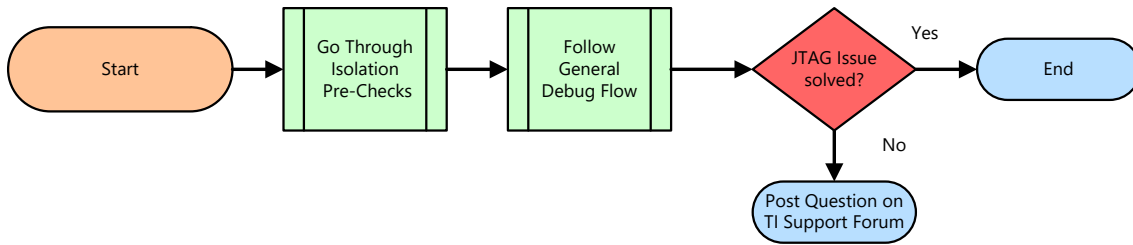
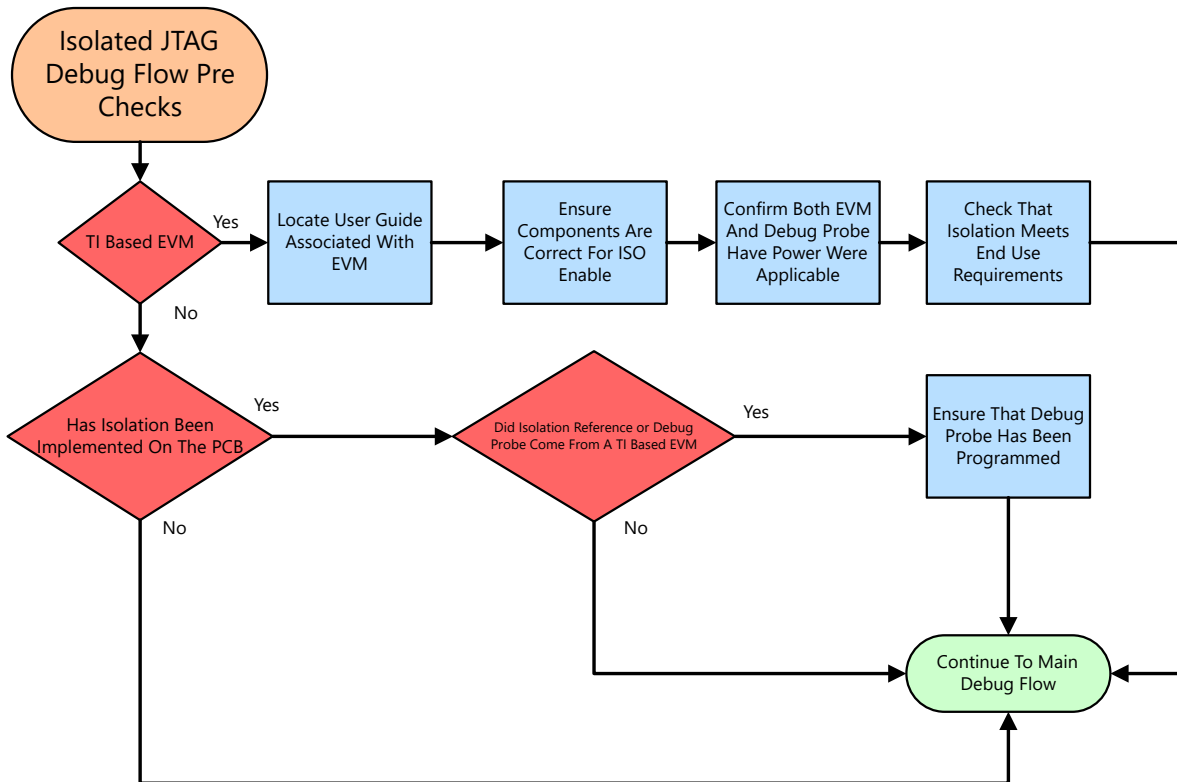
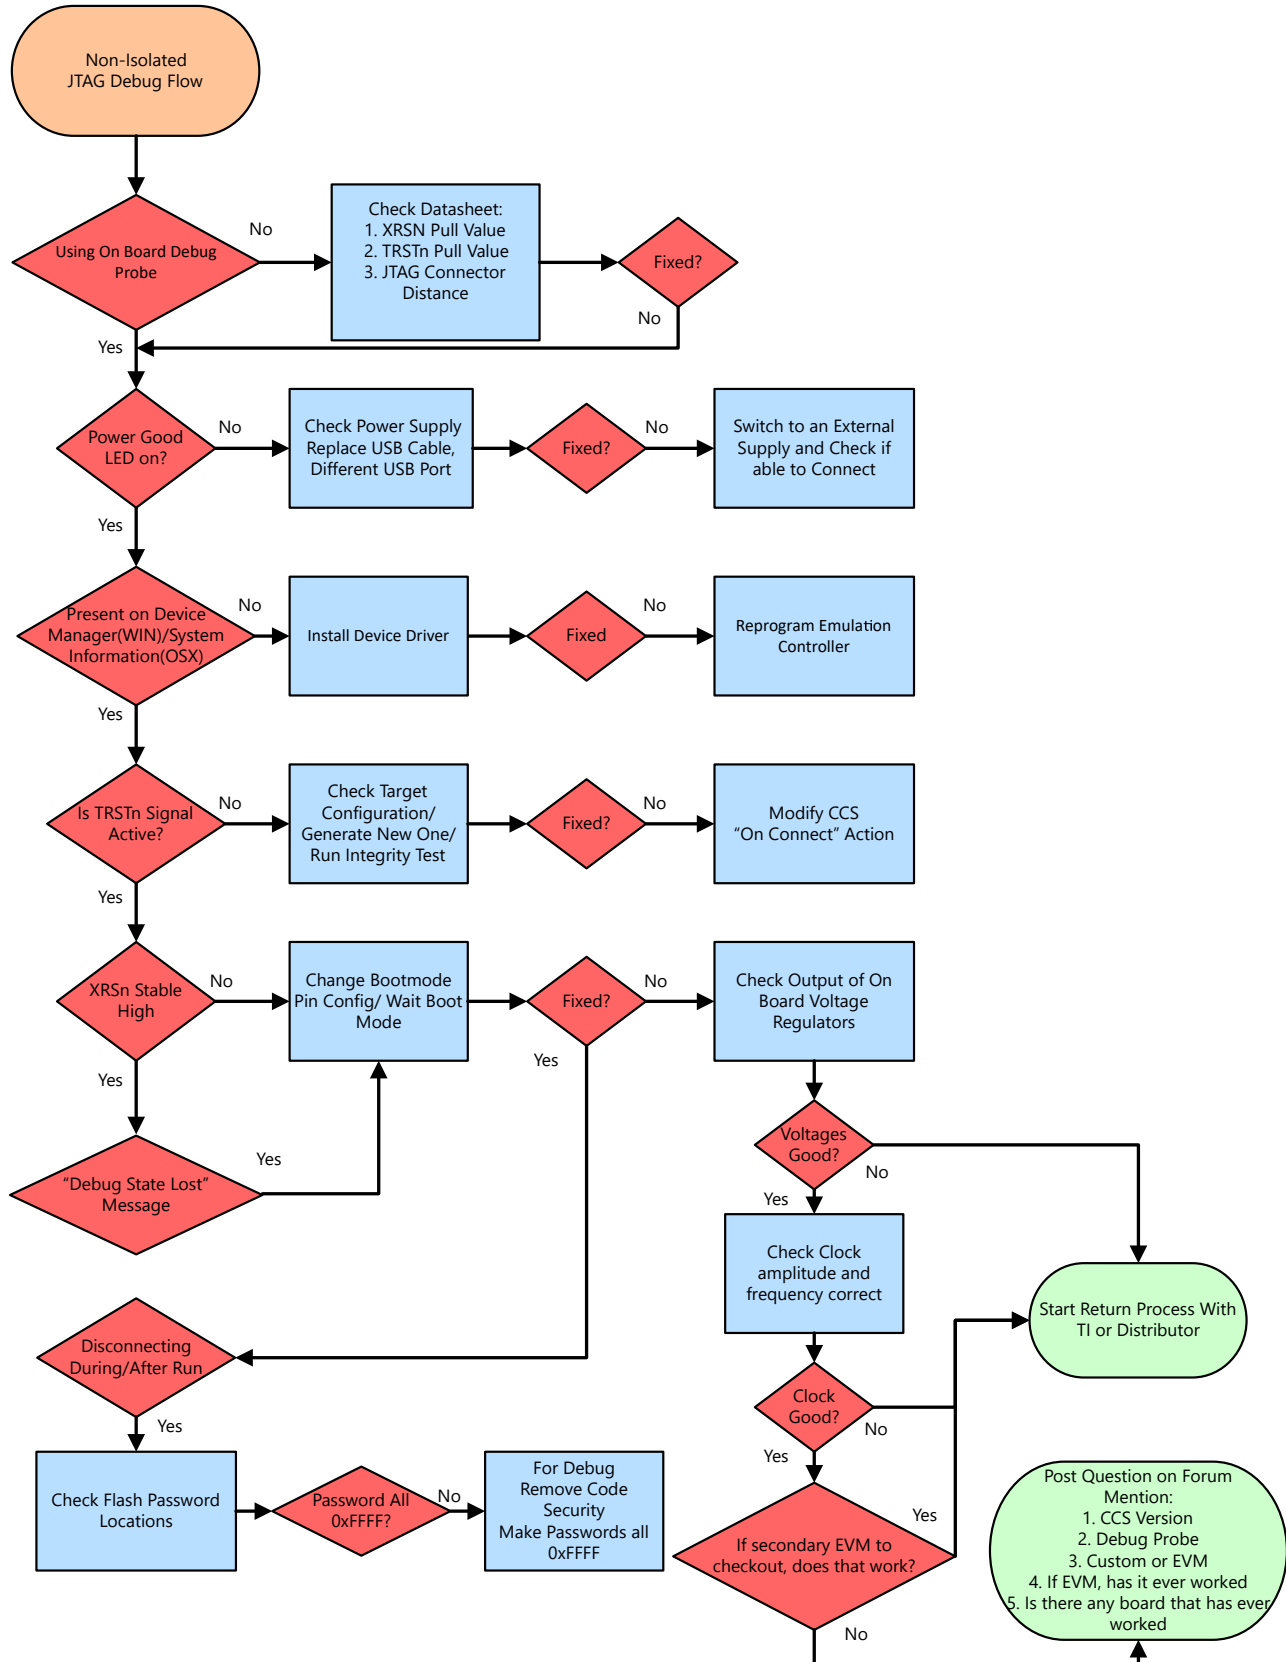

図 8-1. 全体的なデバッグ フロー
図 8-2. JTAG 絶縁の事前チェック
図 8-3. JTAG デバッグ フロー
1. 図 8-1 の手順を見直し、まず高電圧絶縁フローについて調べます。絶縁が主な問題点でない場合でも、絶縁は PCB のエミュレーション機能に影響を及ぼす可能性があるため、これは重要です。
実際、多くの C2000 アプリケーションは大電力です。このため、デバッグ中はターゲット ボードの電源プレーンをホスト コンピュータから分離します。TI 製の多くのボードは絶縁型エミュレーションを採用、またはオンボード オプションを使用して有効化できます。図 8-2 は、絶縁型 JTAG が存在するかどうかを識別し、存在する場合は、これらのシステムで一般的な問題のトラブルシューティングを実行するフローチャートを示しています。絶縁処理されたスタンドアロンのデバッグ プローブもあります。このフローは、これらのプローブ用ではありません。
全体のデバッグ フロー (図 8-1) から始めて、高電圧絶縁チェック フロー (図 8-2) が必要かどうかを決定します。完了したら、メイン JTAG デバッグ フロー (図 8-3) を段階的に実行します。